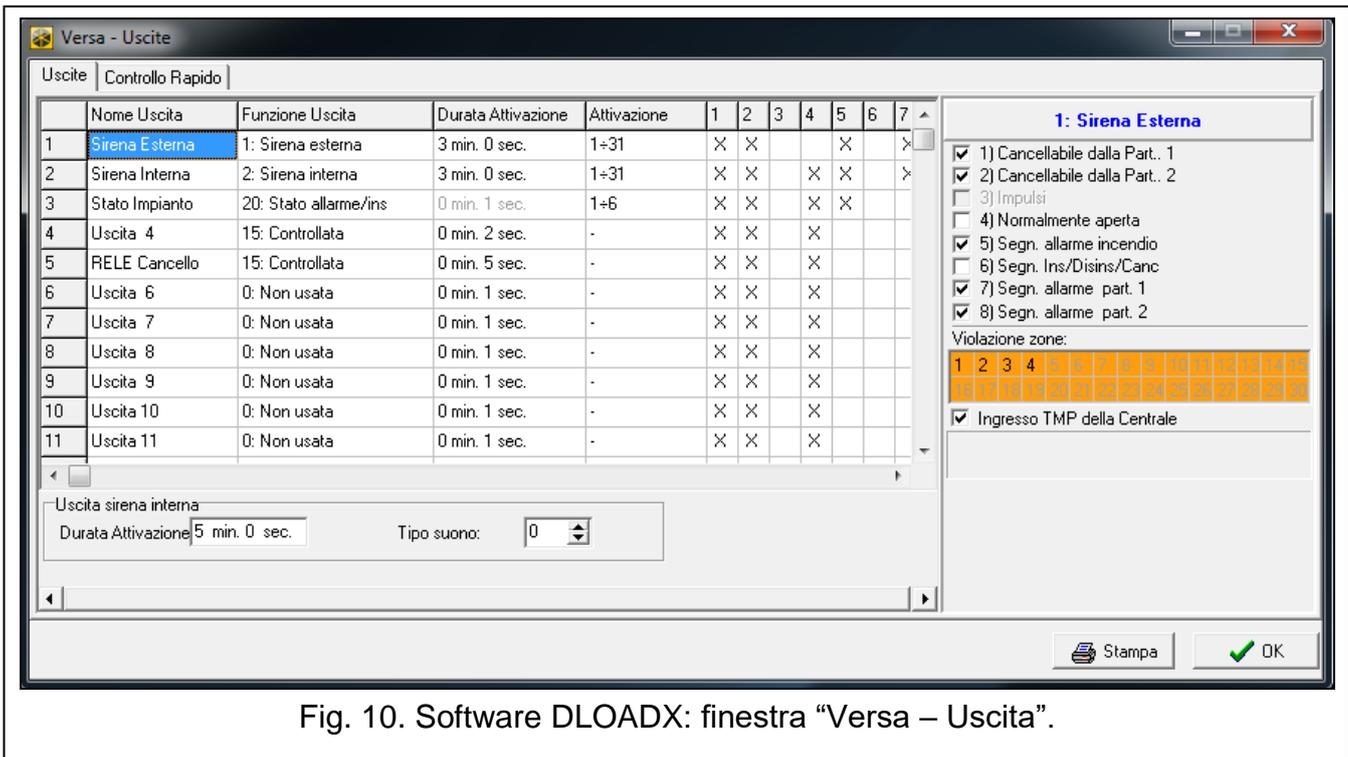

Fig. 10. Software DLOADX: finestra “Versa – Uscita”.
- software DLOADX: finestra “Versa – Uscite” (Fig. 10).